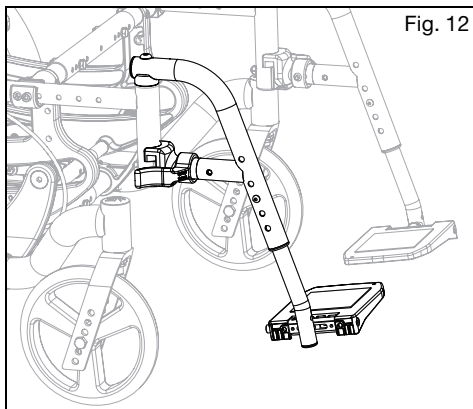

Fig. 12
- Haga rotar el apoyapiés de manera tal que quede alineado con el chasis y se fije en su lugar dentro al pestillo de bloqueo (Fig. 12).